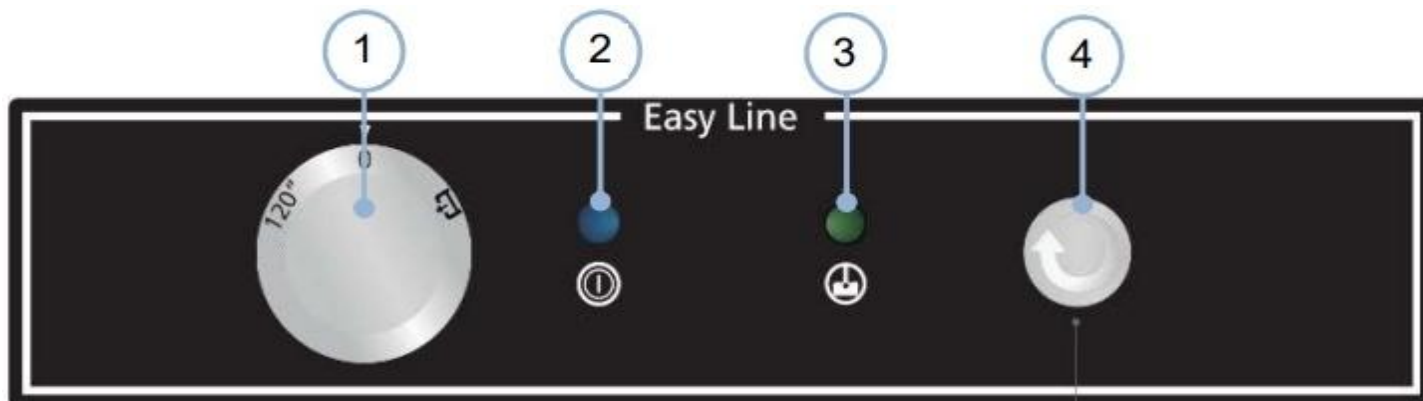

Figura 1.
1. Rotiti comutatorul (1) de program pe pozitia "0" (OFF) (Figura 1.)
3. Inchideti usa si rotiti comutatorul (1) pe pozitia de golire. (Figura 1.)
4. Apasati butonul de pornire al ciclului de spalat (4). Lumina butonului se aprinde si ramane aprins pana la terminarea ciclului de spalat. (Figura 1.)
6. Rotiti comutatorul (1) de program pe pozitia "0" (OFF) (Figura 1.)